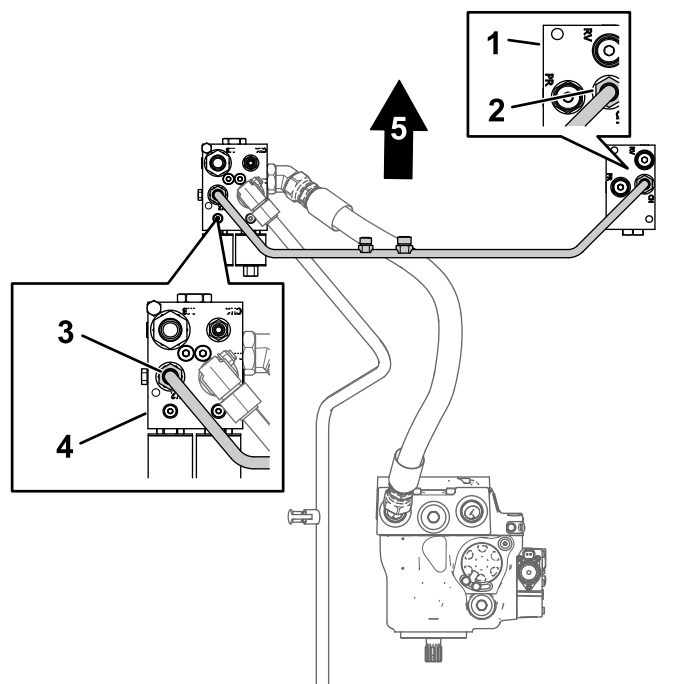

Рисунок 9
2. Совместите гайки поперечной трубки коллектора со штуцерами коллектора управления тягой задних колес и коллектора делителя потока (Рисунок 9).